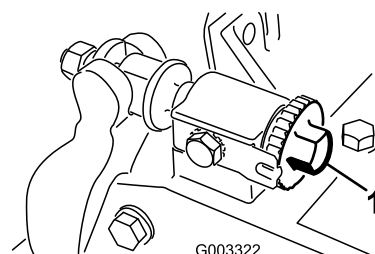
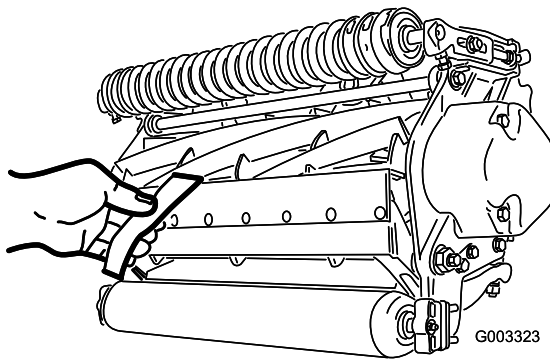

図 8
図 9
1. ユニットを水平で平らな作業台の上に置く。ベッド・バー調整ネジ（図 8）を左に回して、リールと下刃の接触を完全になくす。
重要 ユニット左右についているベッドバー調整ネジのナットが床に当たっていないことを確認する（図 8）。
3. リール前面の左右いずれかの端を選び、リールと下刃の間に新聞紙片を差し入れる（図 9）。リールをゆっくり前回転させながら下刃調整ネジ（図 8）を締め（新聞紙を入れた側の調整ネジを、1 目盛りずつゆっくりと）、新聞紙を前から（ベッドナイフの上面に平行に）入れると軽く挟まれる程度に調整する。新聞紙を引き抜くのに軽い力が必要な程度でよい。
5. 両側の調整ができれば最終確認を行う：紙片をリールの前から差し込んだ時にははさむだけ、下から差し込むと切れるのが正しい調整である（図 9）。リールと下刃のごくわずかの接触で紙が切れなければいけない。接触を強くしないと切れない（リールが新聞紙を強く挟み込まないと切れない）場合には、鋭利な刃先を取り戻して精密なカットができるようにバックラップか研磨を行うことが必要である（Toroリール・モアとロータリー・モアのための研磨マニュアル Form No. 80-300PT を参照）。